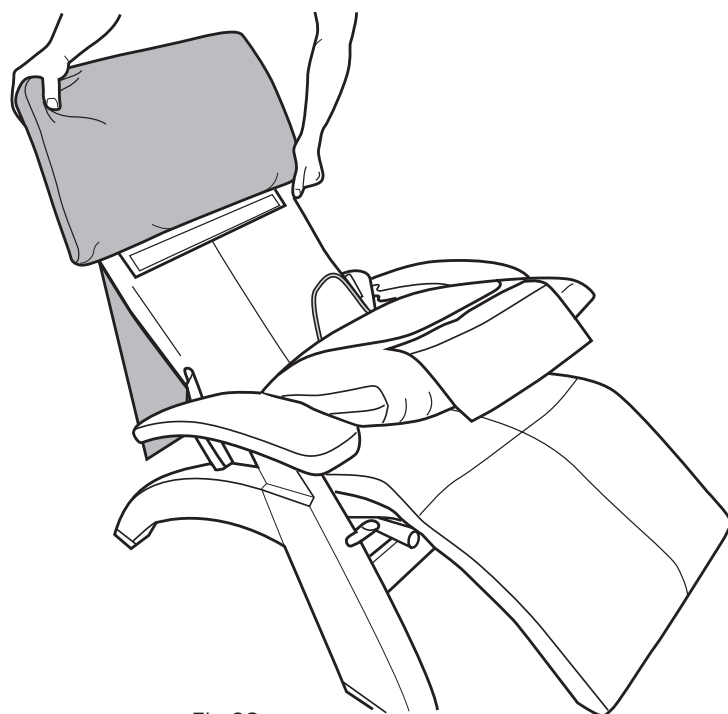

Fig.28
2. Deslice la almohadilla del reposacabezas sobre el marco del reposacabezas (Fig.28).